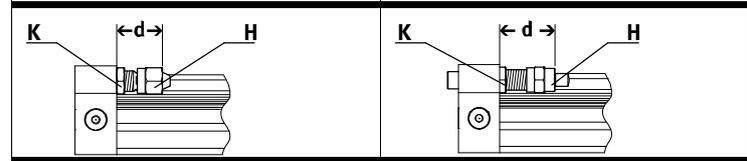

Fig. 21
- Для обеспечения стабильности расстояние **d** на Fig. 21 не должно превышать значения из следующей таблицы: